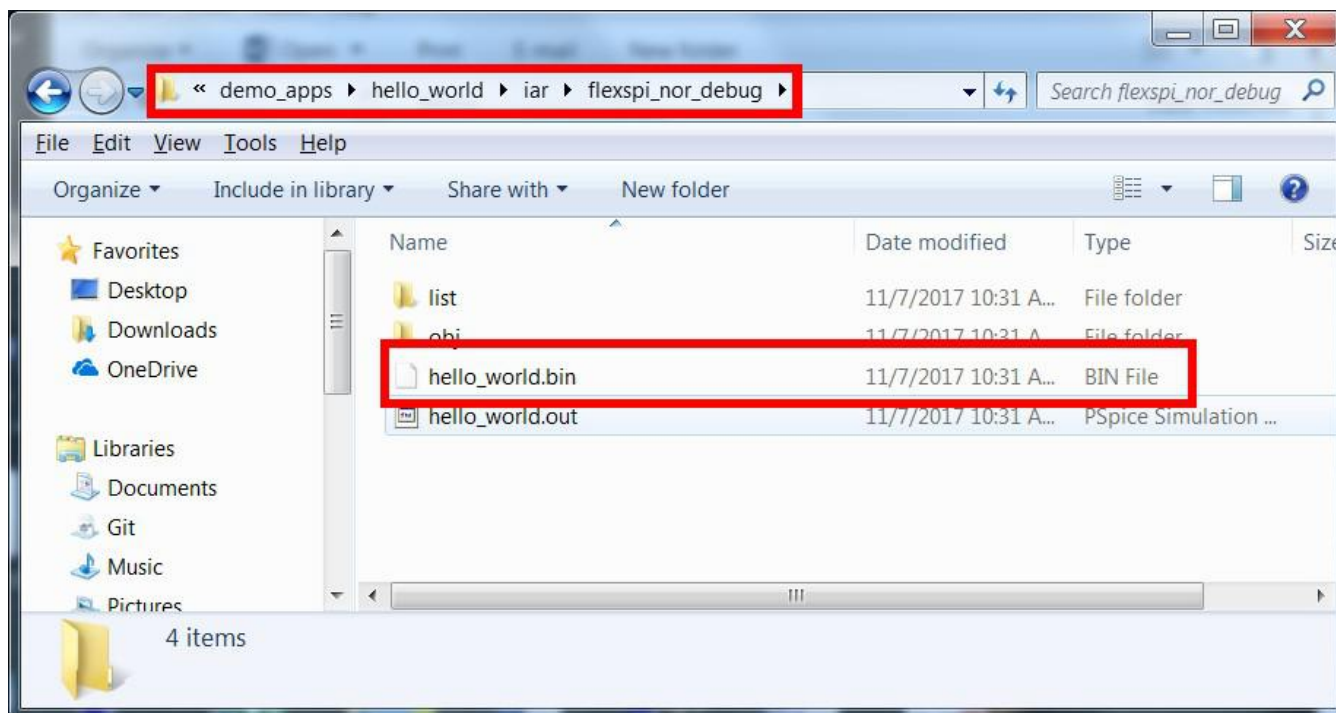

图 5. hello_world.bin 位置
- 构建项目并生成图像。您可以在以下位置找到hello_world.bin (图 5).